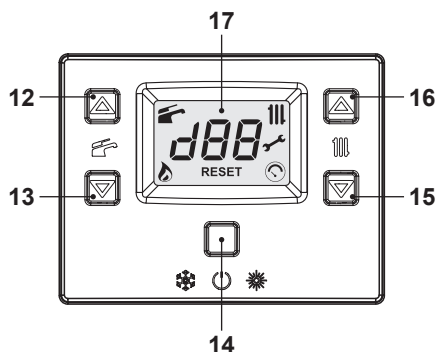
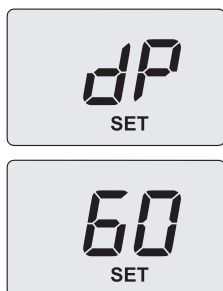
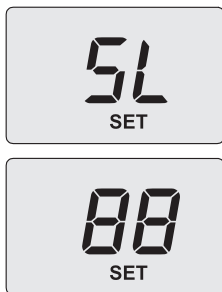

Рисунок 7.2
Рисунок 7.9
Рисунок 7.14
- За допомогою кнопок 12 або 13 (Рисунок 7.2) прокручіть значення налаштувань.
- За допомогою кнопок 15 або 16 (Рисунок 7.2) змініть статус на **dP** (очищення димаря ввімкнено в режимі максимальної потужності ГВП) і натисніть кнопку 14 для підтвердження. На дисплеї з'явиться **dP**, що чергується з максимальною температурою ГВП (Рисунок 7.9).
- Якщо показники тиску не збігаються з даними в таблицях, вийдіть з режиму програмування, натиснувши та утримуючи кнопку 14 (Рисунок 7.2) протягом 2 секунд, і перейдіть до наступних операцій калібрування.
- Увійдіть в режим програмування, натиснувши та утримуючи кнопки 14, 15 і 16 протягом 10 секунд (Рисунок 7.2), доки на РК-дисплеї не з'являться літери **Pr**, що чергуються з номером параметра **01**, вказуючи на вхід у «параметр 01» (Рисунок 7.3).
- Збільште чи зменште значення за допомогою кнопок 16 або 15 (Рисунок 7.2). Зачекайте 3 секунди, поки тиск газу стабілізується, а потім зчитайте значення на манометрі. **Не забувайте підтримувати тенденцію до збільшення.**
- Натисніть кнопку 12 (рис. 7.2), щоб відкалібрувати мінімальний тиск газу. На дисплеї з'явиться **SL**, що чергується з параметром абсолютної мінімальної потужності та повідомленням **SET** (налаштовано) (Рисунок 7.14).
- Збільште чи зменште значення за допомогою кнопок 16 або 15 (Рисунок 7.2). Зачекайте 3 секунди, доки тиск газу стабілізується, а потім зчитайте значення на манометрі. **Не забувайте підтримувати тенденцію до зменшення.**
- Утримуйте кнопку 13 (Рисунок 7.2) натиснутою протягом 5 секунд, щоб зберегти значення.
- Натисніть кнопку 12 (Рисунок 7.2), щоб перевірити максимальне встановлене значення і, за необхідності, відкоригувати його, дотримуючись описаної вище процедури.
- Натисніть кнопку 12 (Рисунок 7.2), щоб перевірити мінімальне встановлене значення і, за необхідності, відкоригувати його, дотримуючись описаної вище процедури.
- Натисніть кнопку 13 (Рисунок 7.2) для зміни значення параметра 18 з **01** на **00**, що увімкне індикацію Lc 26.
- Натисніть кнопку 15 (Рисунок 7.2) для підтвердження введеного значення.